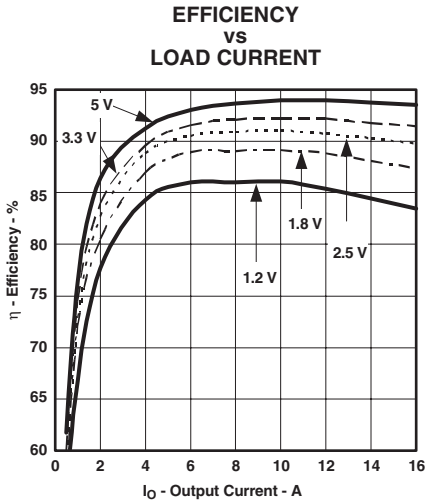
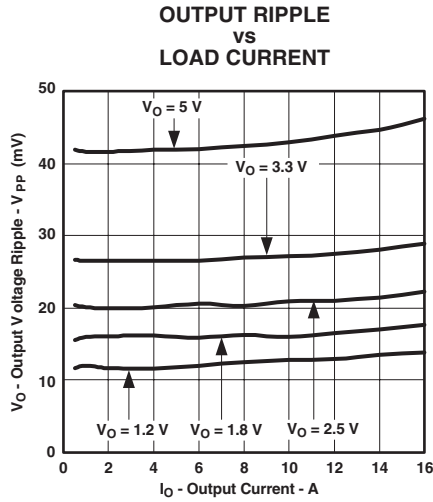
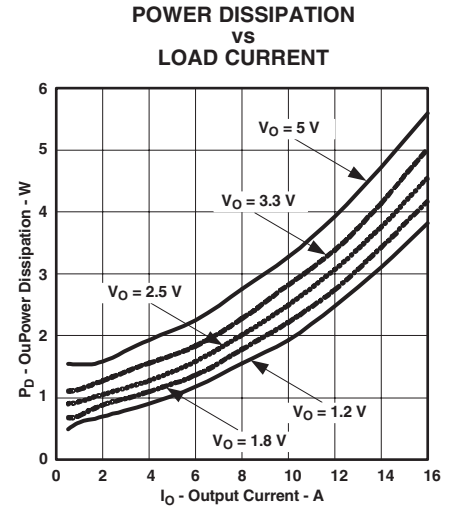

図 1
図 2
図 3
- (1) この電気的特性データは、実際の製品を25°Cでテストして得られたものです。このデータはコンバータの代表的特性と考えられます。以上は図1, 図2, 図3に適用されます。